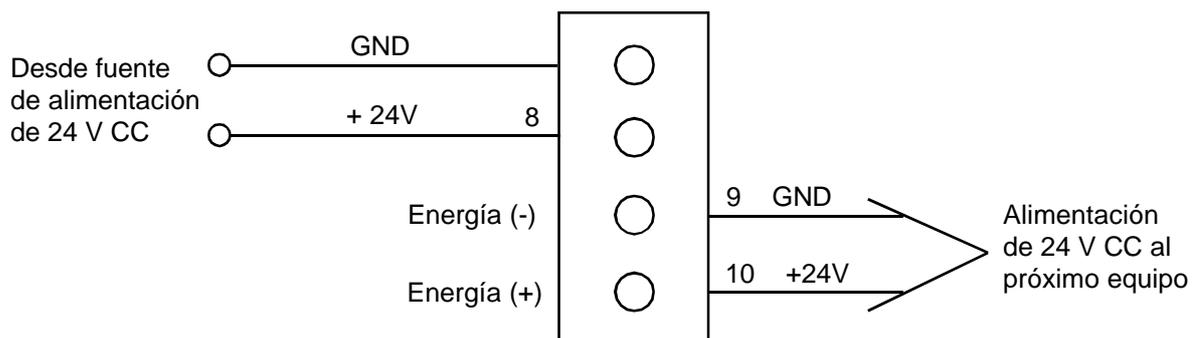

Figura 10. Detalle de la conexión de los cables de energía.
- Conectar los cables de alimentación de acuerdo a lo indicado en la Figura 10.